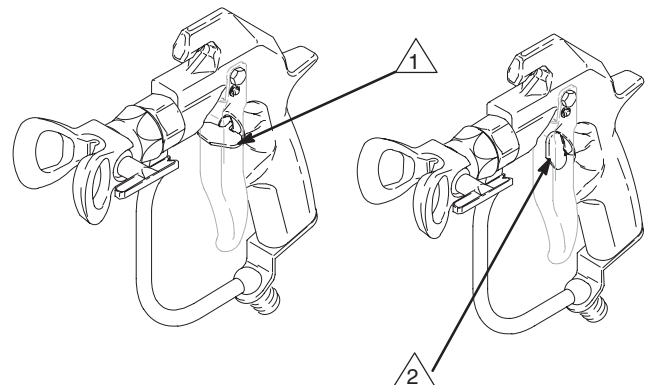

Abb. 1
1. Zum Verriegeln die Abzugssperre an der Pistole im rechten Winkel zur Pistole stellen. Siehe Abb. 1.
2. Zum Entriegeln die Abzugssperre herausziehen und parallel zum Pistolenkörper stellen. Siehe Abb. 1.